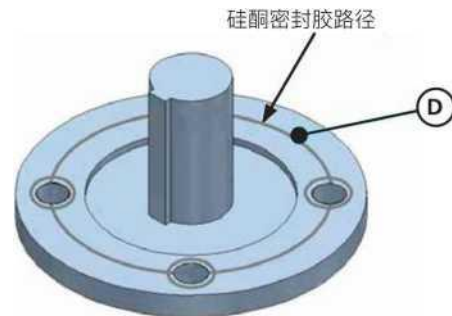

Рис. 3
фланца по ISO. Рекомендуется также нанести герметик вокруг каждого из отверстий, чтобы обеспечить полную герметизацию. (См. рис. 3)
- При управлении редуктора с помощью электропривода, поверхность между входным фланцем редуктора и выходным фланцем привода должна быть также загерметизирована с помощью силиконовой смазки (диаметр нанесения смазки соответствует диаметру расположения крепежных отверстий фланца). Перед сборкой вокруг каждого болтового отверстия следует также нанести небольшое кольцо герметика, чтобы полностью обеспечить герметизацию (см. рис. 3).
Если редуктор должен приводиться в действие приводом, сопрягаемая поверхность между входным фланцем редуктора и выходным концом привода должна быть уплотнена с помощью силиконового уплотнительного кольца (радиус которого должен быть таким же, как радиус крепежных отверстий). Перед сборкой, и вокруг каждого отверстия следует нанести небольшое кольцо герметика, чтобы полностью герметизировать поверхность (см. Рис. 3).